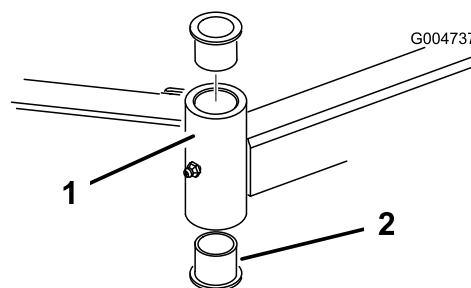

Figure 83
4. Insérez un chasse-goupille dans le haut ou le bas du tube de montage et chassez la bague hors du tube (Figure 83).